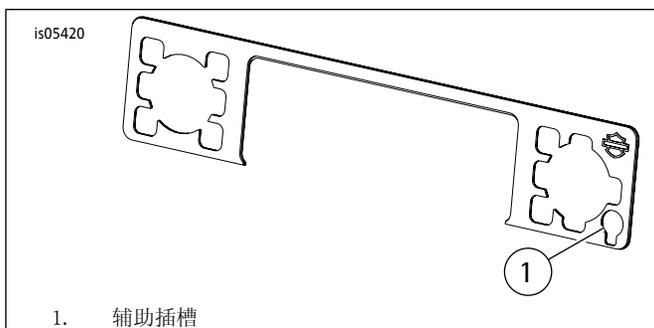

图3。收音机面板装饰
1. 参见图3。去除背胶衬垫之前先测试收音机面板装饰的适配度。